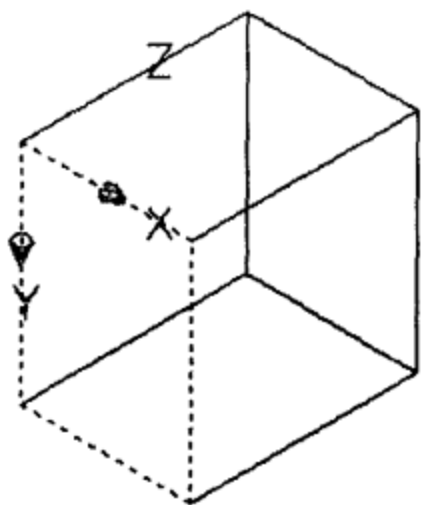

图 2-18 【X 轴反向】选项定义用户坐标系
(2) X 轴反向。拾取面不变, 将用户坐标系绕 X 轴旋转 180° 。如将图 2-17a 所示用户坐标系绕 X 轴旋转 180° , 如图 2-18 所示。